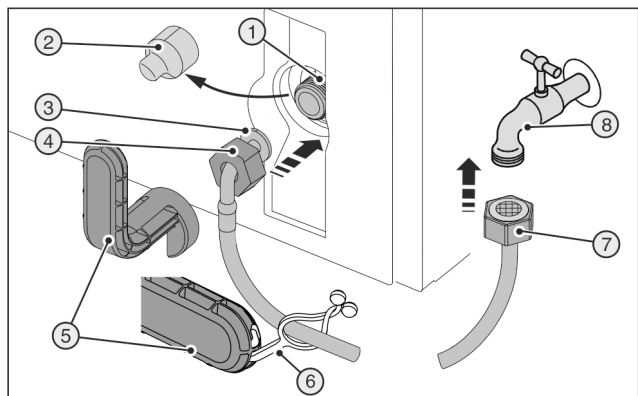
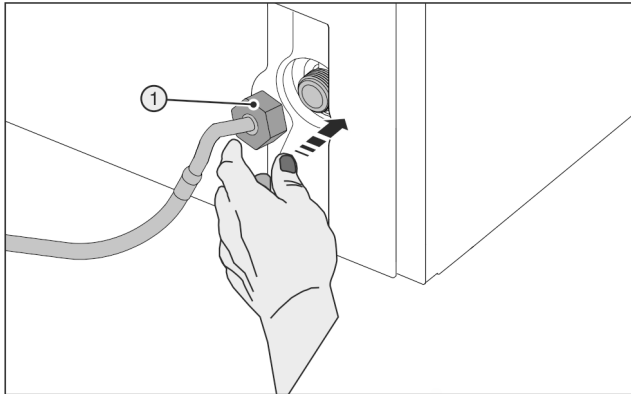

Fig. 45
Fig. 46
Зламаний допоміжний інструмент Fig. 45 (5)!
- ▶ Допоміжний інструмент Fig. 45 (5) використовувати тільки при кімнатній температурі.
- ▶ Зніміть кришку Fig. 45 (2).
- ▶ Полегшений монтаж: Викласти прямий кінець шлангу Fig. 45 (7) ліворуч на землю.
- ▶ Насуньте гайку Fig. 45 (4) до кінця через кінець шлангу, розташований під кутом Fig. 45 (3) та утримуйте.
- ▶ Обережно одягти гайку Fig. 46 (1) і накрутити двома пальцями на нарізку до досягнення надійної посадки.
- ▶ Затягувати гайку Fig. 46 (1) за допомогою допоміжного інструменту Fig. 45 (5) за годинниковою стрілкою, доки не буде досягнуто максимального моменту затяжки і допоміжний інструмент Fig. 45 (5) не почне прокручуватися.
- ▶ Накрутити гайку Fig. 45 (7) на запірний кран Fig. 45 (8).
- ▶ Затягувати гайку Fig. 45 (7) за допомогою допоміжного інструменту Fig. 45 (5) за годинниковою стрілкою, доки не буде досягнуто максимального моменту затяжки і допоміжний інструмент Fig. 45 (5) не почне прокручуватися.
- ▶ Відкрийте запірний кран Fig. 45 (8) подачі води та перевірте всю систему подачі води на герметичність.
- ▶ Причепіть накладку Fig. 45 (6) в допоміжний інструмент Fig. 45 (5) і для зберігання закріпіть на шлангу із високоякісної сталі.